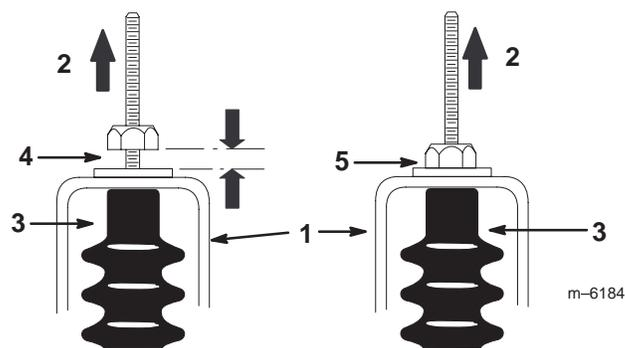

Figure 27
5. Tirez sur chaque câble pour vous assurer qu'il n'y a pas d'espace entre l'écrou/la rondelle et la patte de réglage du point mort (Fig. 27). S'il y a un espace, serrez l'écrou.